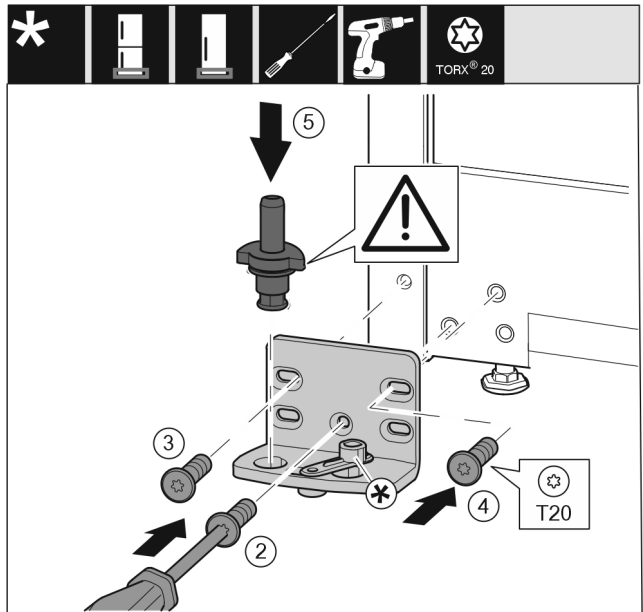

Fig. 29
- ▶ Helyezze fel a csapágybakot a másik oldalra, és csavarozza fel csavarhúzóval. Kezdje alul, a középső csavarral Fig. 29 (2).
- ▶ Húzza meg a csavart Fig. 29 (3) és a csavart Fig. 29 (4).
- ▶ Helyezze be teljesen a csapszeget Fig. 29 (5). Ügyeljen közben arra, hogy a reteszelő bütyök hátrafelé mutasson.